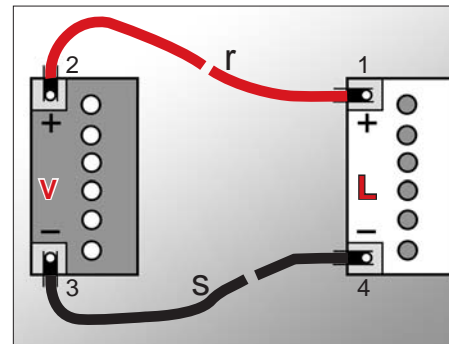

Abb. 80
1. Schließen Sie den roten Starthilfekabel Pos r (Abb. 80) an den Pluspol der leeren Batterie Pos. L an.
2. Schließen Sie den roten Starthilfekabel an den Pluspol der geladenen Batterie Pos. V (Abb. 80) an.